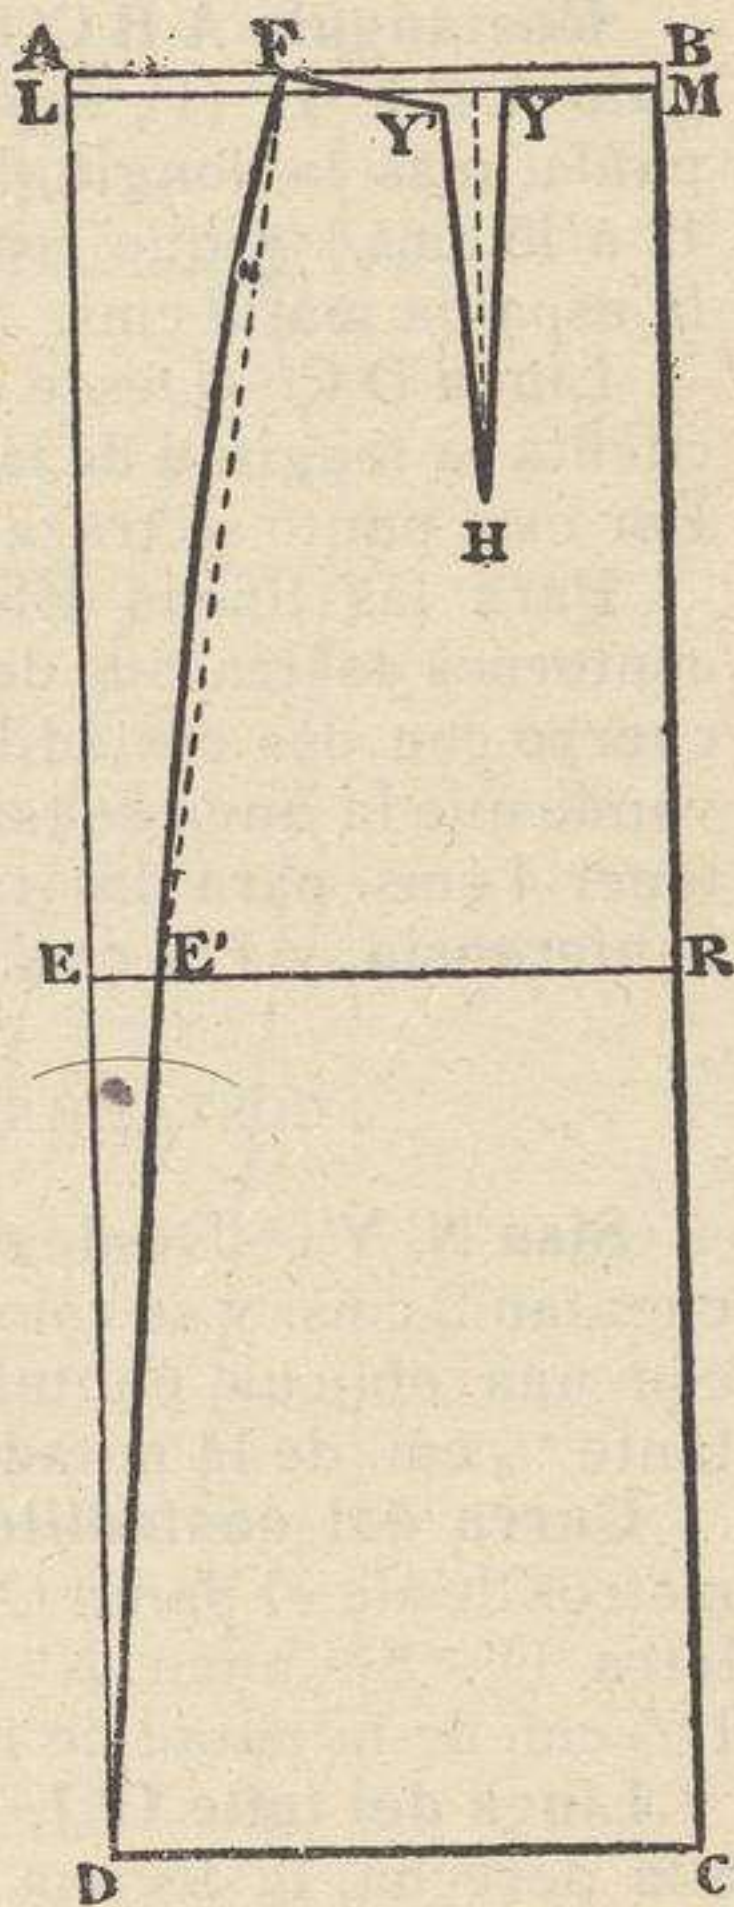

Fig. 59 ( $\frac{1}{12}$  del tamaño real).
**Rectángulo A B C D.** — Se traza un rectángulo A B C D (fig. 59), cuyo largo sea igual al largo de la falda, tomado por detrás, y el ancho á 33, 34 ó 35 centímetros, según la circunferencia del talle.